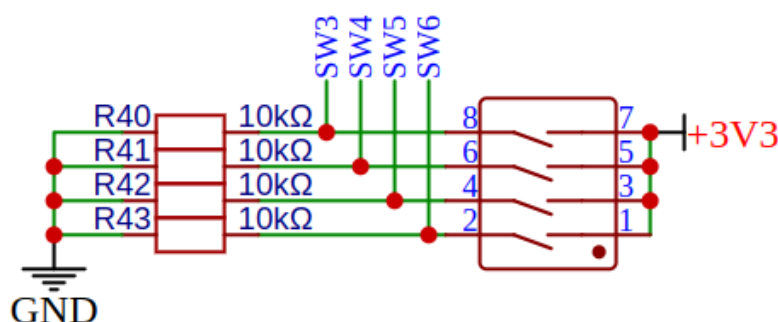

Figura 10: Esquemático de los 4 interruptores de usuario.
La placa contiene 4 interruptores independientes de usuario (SW3-SW6). Todos los interruptores son activos en nivel alto, es decir, al accionarlos generarán un nivel alto (1) y al dejarlo (como se ilustra en la Figura 10), un nivel bajo. El digrama esquemático muestra la Figura 10.